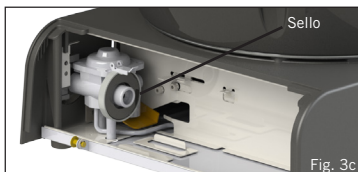

Fig. 3c
- Si se forman burbujas, entonces hay una fuga de gas. Quite inmediatamente el cartucho de gas del aparato. Verifique que estén bien colocadas todas las conexiones. Verifique que el sello está bien colocado y en buenas condiciones antes de conectar un cartucho de gas (Fig. 3c). Vuelva a verificar con agua y jabón después de recolocar el cartucho.
- Verifique que el sello esté en su lugar y que no esté desgastado o dañado antes de conectar el cartucho (ver Fig. 3c).